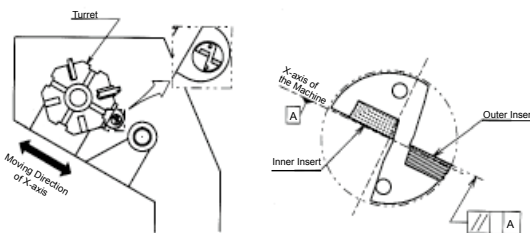

Fig. 1 Installation to the Lathe.
- It is recommended to set the outer insert as shown in Fig.1 with the outer insert facing the operator. (It is also possible to use by setting 180° reverse position.) In case of the lathe with two turrets, when installing the drill to the lower turret, the outer insert should be set so as to face the operator. (It is also possible to use it by setting at 180° reverse position)
- Wir empfehlen den Bohrer mit der äußeren Wendeplatte - zum Bediener zeigend - einzubauen (Abb.1). (Man kann ihn auch um 180° gedreht einbauen.) Falls Sie mit 2 Revolvern arbeiten und Sie den tiefer gelegenen Revolver verwenden, sollte der Bohrer auch mit der äußeren Wendeplatte - zum Bediener zeigend - eingebaut werden. (Man kann ihn auch um 180° gedreht einbauen.)
- Il est recommandé d'installer la plaquette extérieure comme illustré dans la figure 1, avec cette même plaquette faisant face à l'opérateur (Il est également possible d'installer la plaquette en position inversée à 180°). En cas de tour équipé de deux tourelles, et lors de l'installation de l'outil dans la tourelle inférieure, la plaquette extérieure devra être réglée de sorte à faire à l'opérateur (Il est également possible d'installer la plaquette en position inversée à 180°).